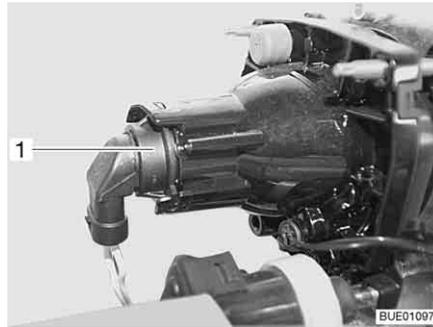

Bild 254 Abblendlicht/Fernlicht/Standlicht
- Hinter den Lampenhalter (Bild 254, 1) greifen.
- Hinter den Lampenhalter (Bild 254,1) greifen.